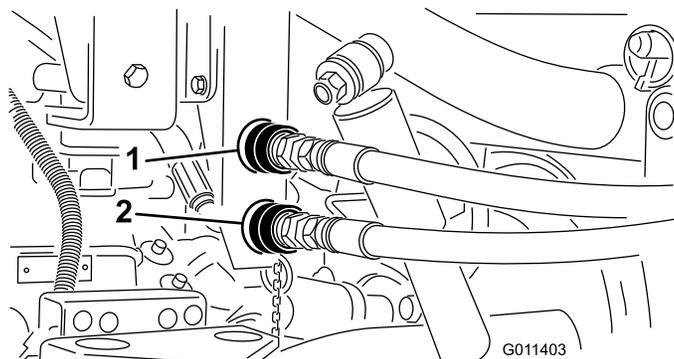

Figure 17
- Nettoyez les raccords rapides du TopDresser (Figure 17) avant le branchement pour éviter de contaminer le système. Après le nettoyage, fixez les raccords rapides au Workman. Les flexibles sont marqués "A" et "B" et doivent être mis en correspondance avec les raccords rapides lors de la pose. Vérifiez que les deux raccords rapides sont complètement engagés.
**Remarque:** Les raccords montrés à la Figure 17 sont ceux des véhicules jusqu'au numéro de série 239999999.